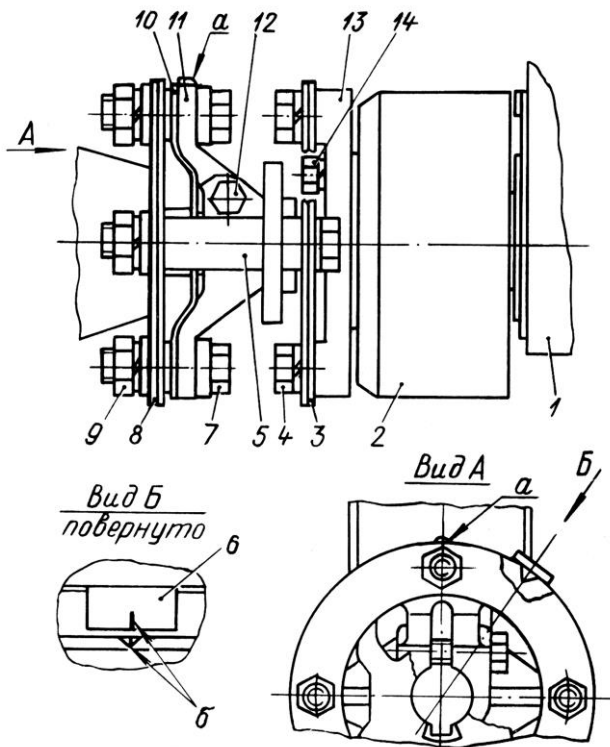

Рис. 15. Привод топливного насоса высокого давления:
В момент совмещения меток, показанных на рис. 13 и 14, должны совместиться метка на торце муфты 2 (рис. 15) опережения впрыскивания с риской на указателе 6. Если метки не совместились, отвернуть две гайки 9 и поворотом муфты опережения впрыскивания за счет овальных отверстий на приводе совместить указанные на рис. 15 метки.
1. Установить ведомую полумуфту 13 на муфту 2 (рис. 15) опережения впрыскивания и закрепить ее четырьмя болтами.